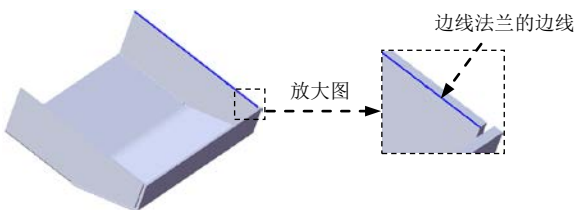
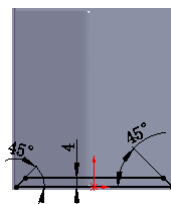

图 9.26 边线法兰的边线
图 9.27 边线一法兰 3 草图
(1) 选择命令。选择下拉菜单 **插入(I)** → **钣金(H)** →  **边线法兰(E)...** 命令 (或单击“钣金”工具栏中的  按钮)。
(2) 定义特征的边线。选取图 9.26 所示的模型边缘为生成的边线法兰的边线。
(3) 定义法兰参数。
① 定义法兰参数。在 **法兰参数(P)** 区域的  文本框中输入折弯半径 0.5。
② 定义法兰角度值。在 **角度(G)** 区域的  文本框中输入角度值 90.0。
③ 定义长度类型和长度值。在“边线法兰”对话框的 **法兰长度(L)** 区域的  下拉列表中选择 **给定深度** 选项, 在  文本框中输入深度值 1.0。
④ 定义法兰位置。在 **法兰位置(N)** 区域中, 单击“材料在外”按钮 。
(4) 单击  按钮, 完成边线一法兰 3 的初步创建。
(5) 编辑边线一法兰 3 的草图。在设计树的  **边线-法兰3** 上右击, 在系统弹出的快捷菜单中单击  命令, 系统进入草图环境。绘制图 9.27 所示的草图。退出草图环境, 此时系统完成边线一法兰 3 的创建。